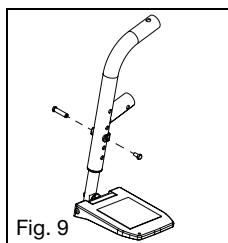

Fig. 9
4. Repita los pasos 1 - 3 en el lado opuesto (Fig. 9).
- a. Inserte el receptor pivotante del swing-away en el alojamiento que se halla en el tubo frontal del chasis con el apoyapiés mirando hacia adentro o hacia afuera con respecto al chasis. De modo similar al apoyapiés swing-away que se ilustra en la Fig. 9.
- a. Inserte el receptor pivotante del swing-away en el alojamiento que se halla en el tubo frontal del chasis con el apoyapiernas mirando hacia adentro o hacia afuera con respecto al chasis. De modo similar al apoyapiés swing-away que se ilustra en la Fig. 9.